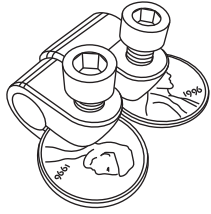
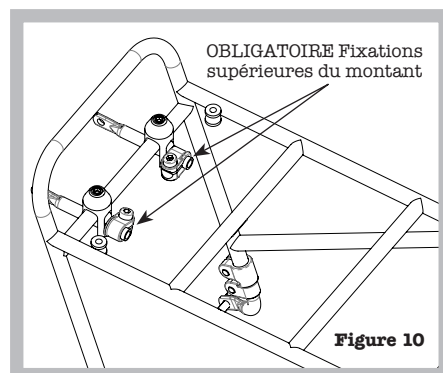

Figure 3
Figure 10
- Si vous avez des difficultés à installer les fixations, utilisez « l'astuce de la pièce de monnaie » : (a) vissez n'importe laquelle des vis M5 dans les trous filetés de la fixation (b) introduisez partiellement des pièces minces dans la fente de la fixation (c) serrez lentement les vis contre les pièces avec une clé hexagonale de 4 mm pour que la fixation s'écarte suffisamment afin de permettre l'installation. (Figure 3)
8. Installez la visserie sécuritaire de la fixation du montant supérieur à l'extrémité de chaque montant supérieur. En cas de difficulté d'installation des fixations, utilisez « l'astuce de la pièce de monnaie » de la Figure 3. Assurez-vous que le tube est complètement introduit dans la fixation. Positionnez la fixation de montant supérieur aussi près que possible du barillet supérieur (Figure 10). Graissez le filetage des vis d'assemblage de 12 mm et vissez dans les fixations du montant supérieur à l'aide d'une clé hexagonale de 4 mm. Serrez les vis d'assemblage de 12 mm à 6 Nm à l'aide d'une clé dynamométrique et d'un embout de 4 mm.